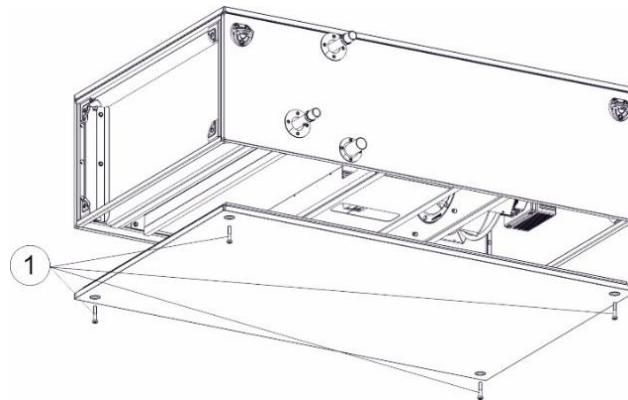

Рис.15. Снятие инспекционной панели.
Доступ к внутренним компонентам агрегата возможен после открытия инспекционным панелей. Чтобы снять панель, отвинтите винты (1) - см. Рис. 15 (их количество зависит от размера секции).